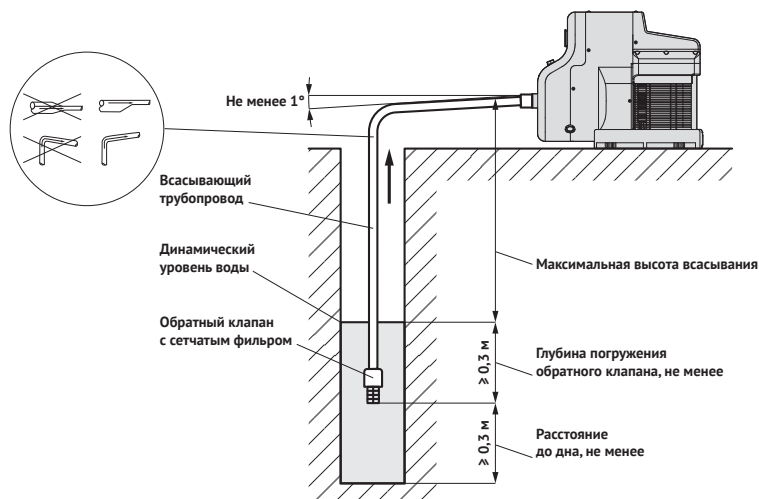

Рисунок 4 – Гидравлическое подключение
- 3 На всасывающей магистрали следует установить обратный клапан для предотвращения обратного тока воды. Если насос расположен выше уровня воды, обратный клапан устанавливается на входе всасывающей магистрали (см. рисунок 4).